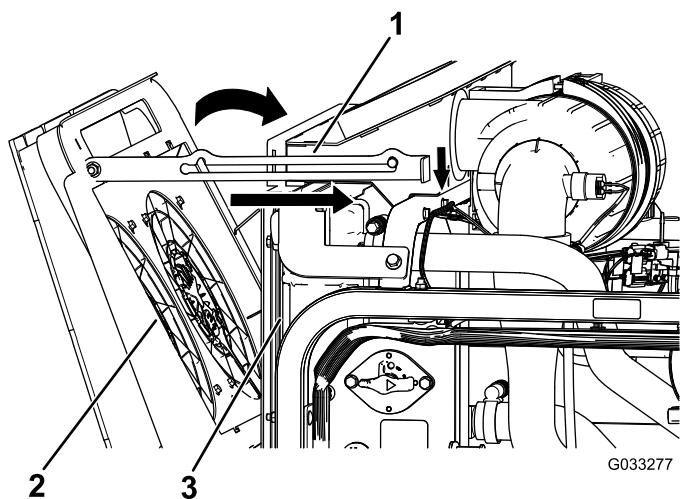

図 118
4. エンジン冷却ファンをラジエーターを前側に倒して支え棒で支える (図 118)。